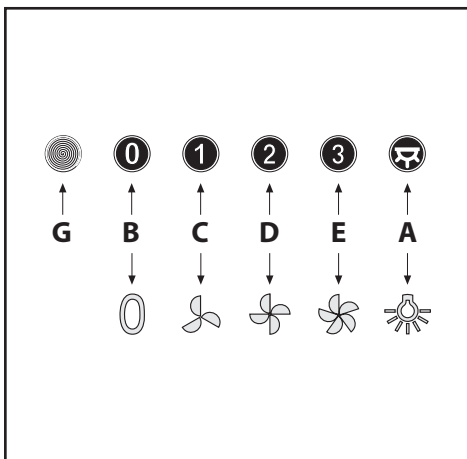

Fig.10
• **Commandes Mécaniques (Fig.10)** les symboles sont les suivants: